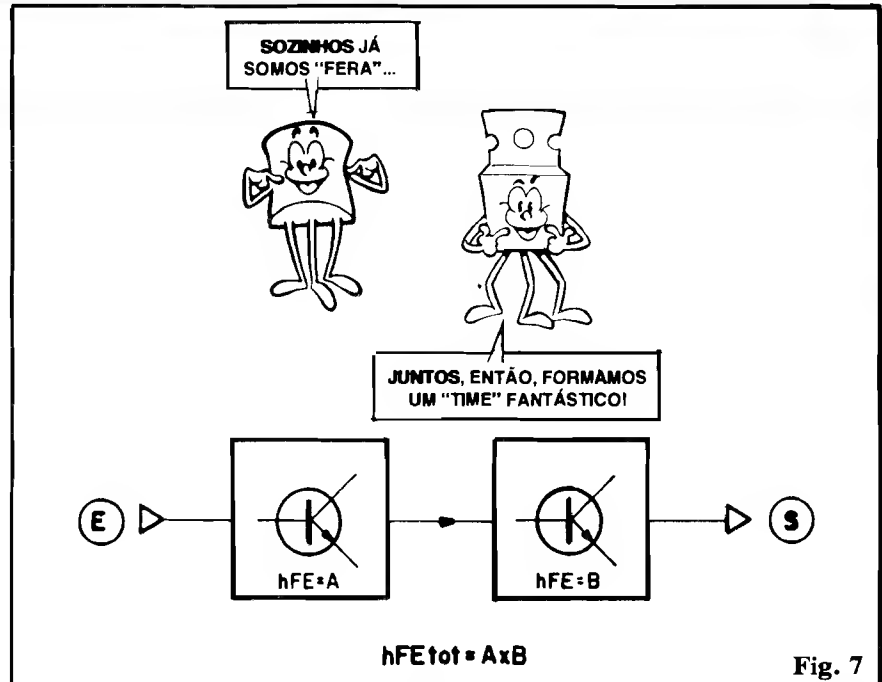

Fig. 7
- FIG. 7 - Já entendido que basicamente um transistor serve para **amplificar** sinais ou estados elétricos débeis, elevando (tanto